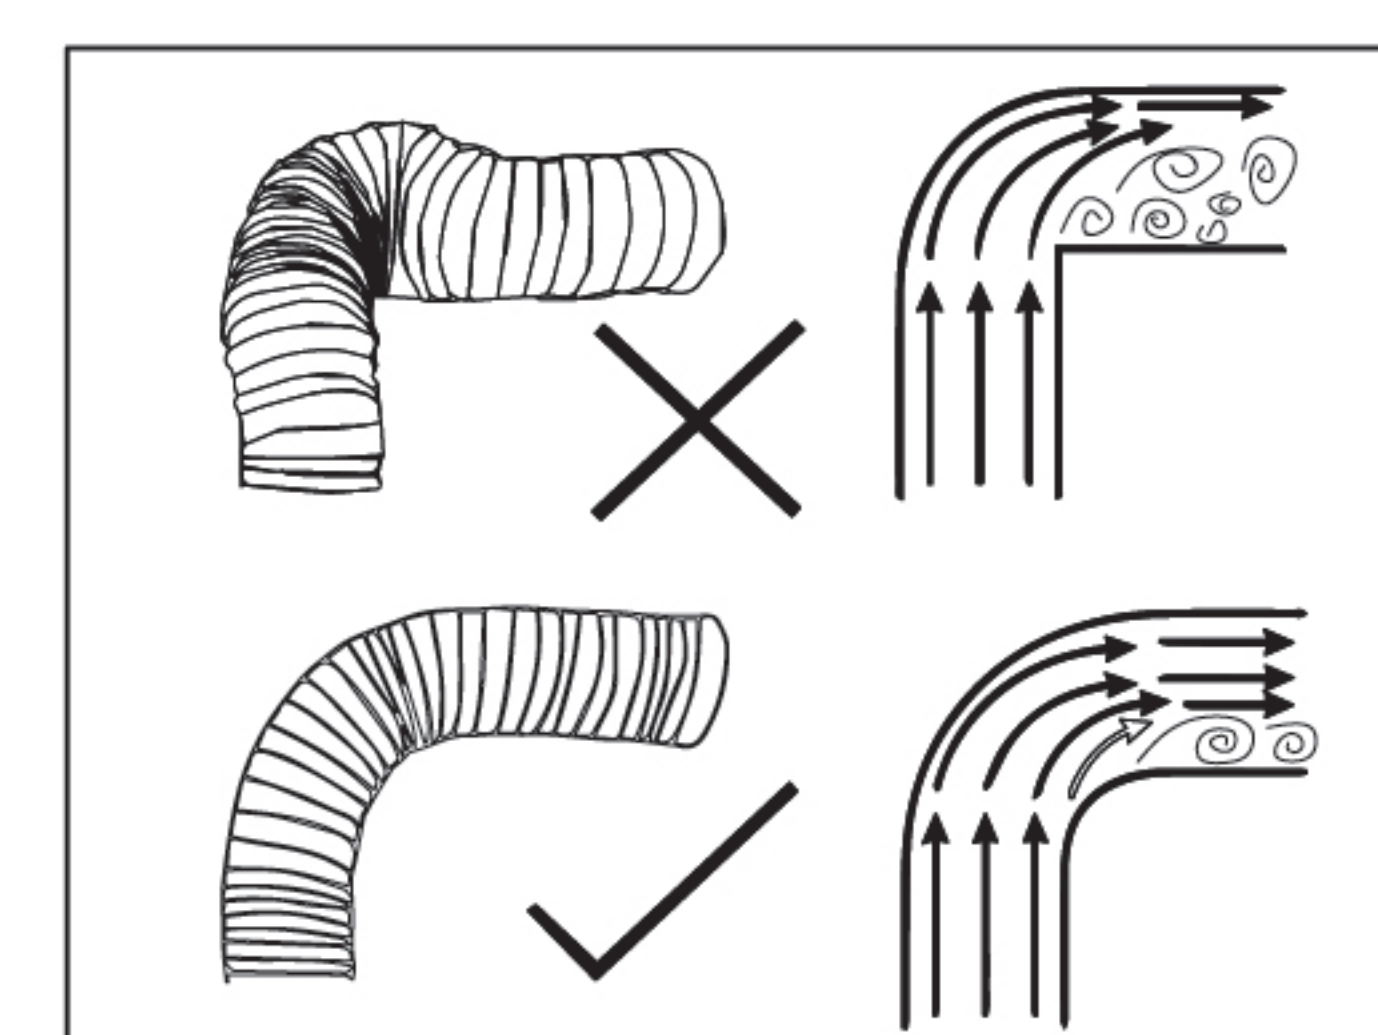

图11
5. 布置出风管：铝箔出风管与预留的烟管或墙孔间须密封严密以防漏烟，烟管不能挤压变形、小角度转弯、转弯数量不超过2个，烟管须拉直并固定。（见图11）